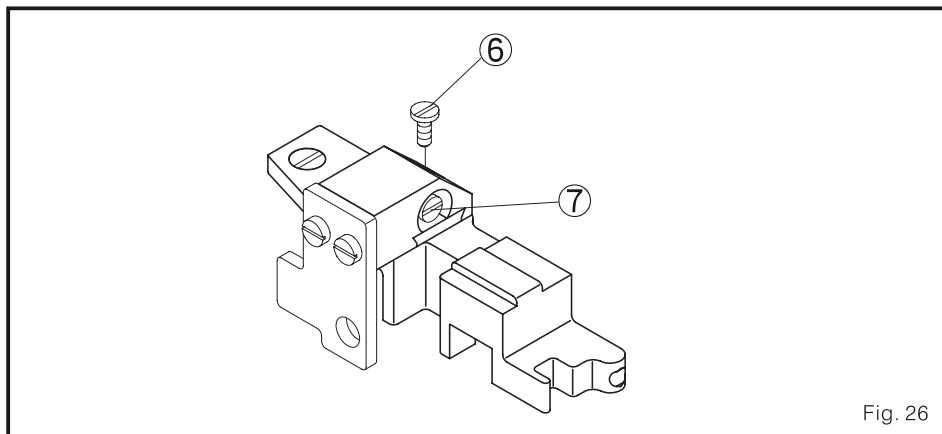

Fig. 26
(3) ajusta do sensor mencionado para cima (Fig. 26)